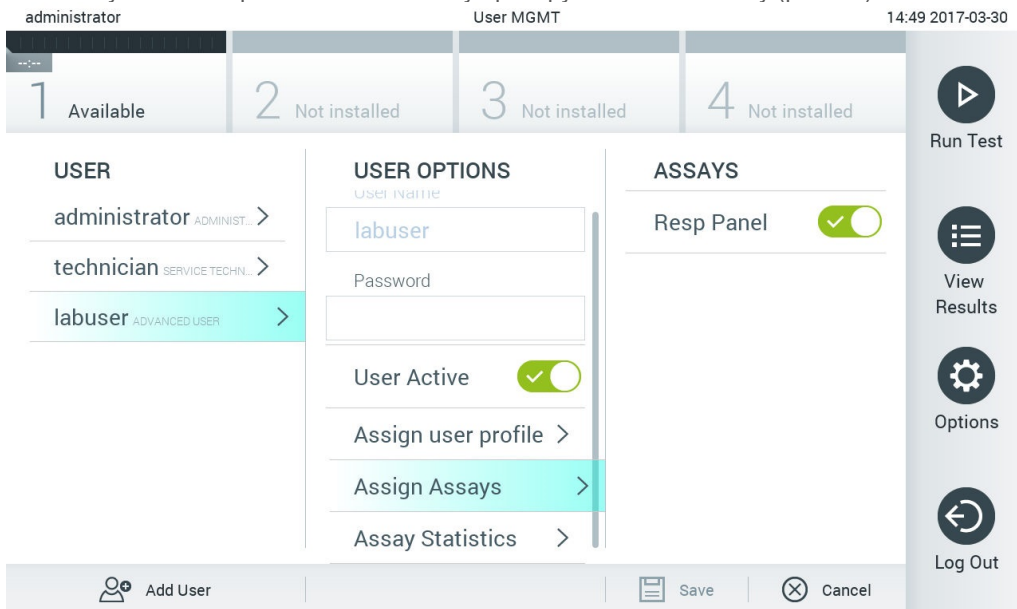

Рис. 62. Призначення аналізів користувачам.
- **Assign Assays** (Призначити аналізи): дозволяє визначати аналізи з бази даних, які користувачеві можна виконувати. Виберіть аналізи зі списку праворуч в області вмісту (рис. 62)